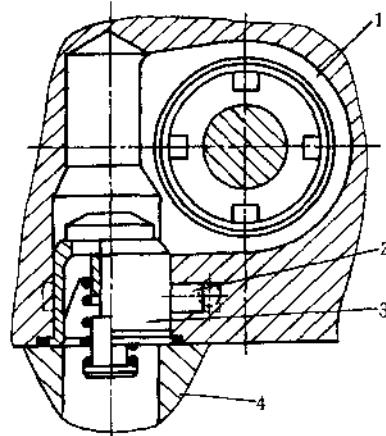

图 16.7-2 电液换向阀 P 腔的预压阀
- 在电液换向阀的进油口 P 中装预压阀，如图 16.7-2 所示。预压阀实际是一个具有较大开启压力的插入式单向阀。当电液换向阀处于中间位置时，油流先经过预压阀，然后经电液换向阀内的流道由 T 口回油箱，从而在预压阀前建立所需的控制压力。